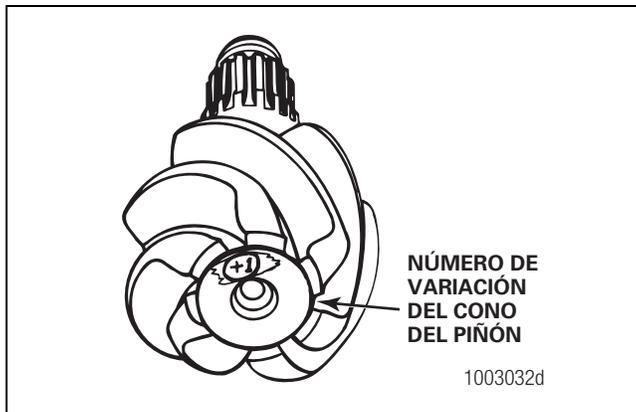

**Figura 5.2**
1. Con un micrómetro mida el espesor del paquete de laines viejo que se quitó de debajo de la jaula del piñón. Anote y registre la medida. Figura 5.2.